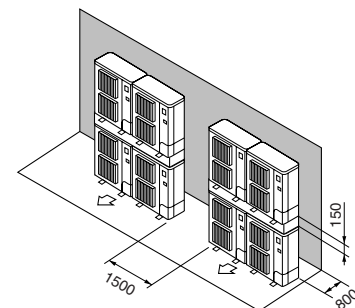

Fig. 3-17
- ⑦ Расположение приборов вертикальными рядами (Fig. 3-17)